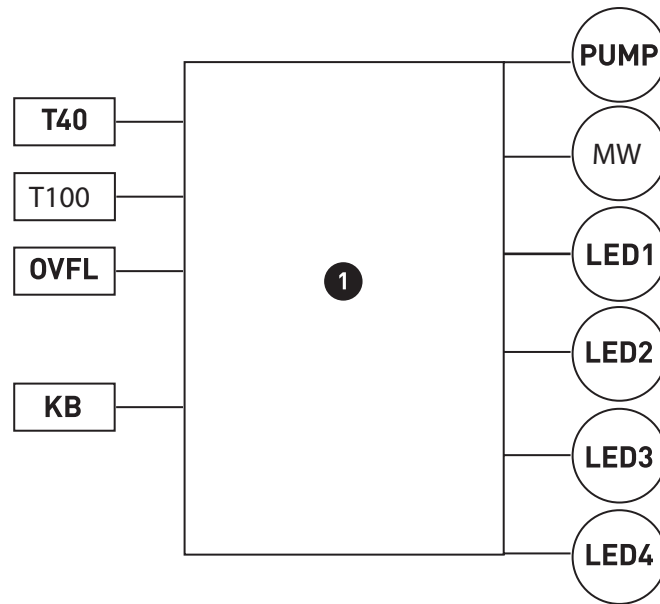

Fig. 2
► Fig. 2 Блокова схема на нагревателя на универсално масло